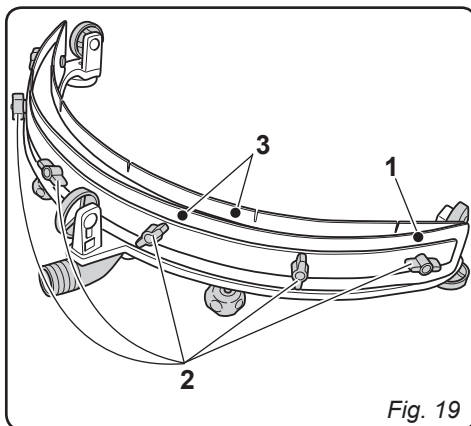

Fig. 19
11.1.f - Sostituzione gomme tergitorre (Fig. 19)